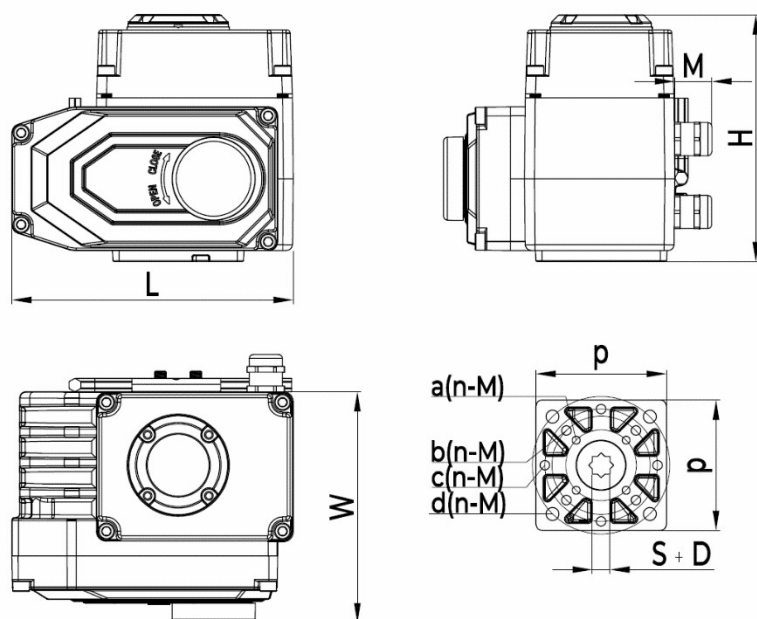

Рис.2
3.1. Габаритные размеры электроприводов Рис.2.